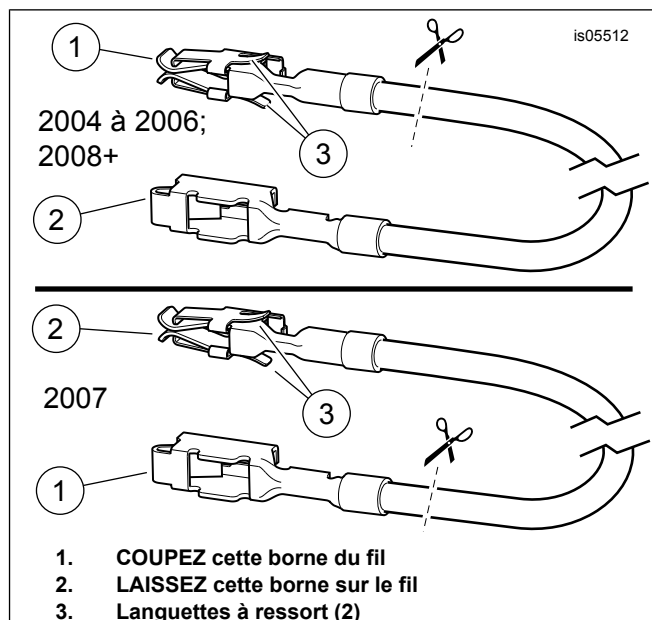

Figure 13. Fil d'adaptateur de la boîte à fusibles (Touring FL)
2. Dans le kit, prenez le fil orange/blanc (9) de l'adaptateur de la boîte à fusibles. **Pour les modèles de 2004 à 2006** : Notez la cosse à chaque extrémité (consultez Figure 13 , **vue du dessus**). Seule la cosse **SANS languette à ressort** pourra être insérée dans la cavité du fusible. Découpez soigneusement la borne **AVEC** les pattes à ressort du fil et la jeter. **Pour les modèles de 2007** : Notez la cosse à chaque extrémité (consultez Figure 13 , **vue du dessous**). Seule la cosse **AVEC languette à ressort** pourra être insérée dans la cavité du fusible. Découpez soigneusement la cosse **SANS** languette à ressort du fil et jetez-la.